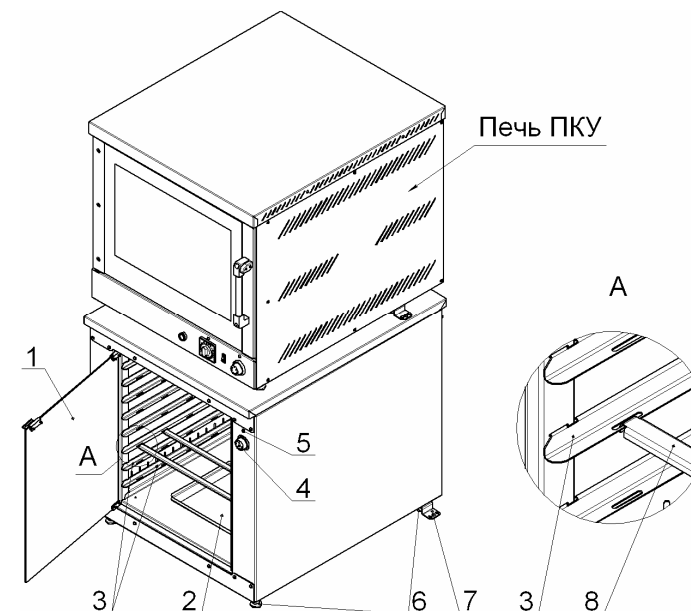

Рис. 1
5.6 После окончания работы отключите напряжение, подаваемое на ТЭН, установив лимб терморегулятора камеры (рис.1, поз. 4) в положение «0» (сигнальная лампа должна погаснуть).
- вынуть ёмкость для воды (рис.1, поз.2) из панели пода камеры шкафа;
3.1 При эксплуатации шкафа РТ-530У(ПК), Вы можете вместо противней с размерами GN1/1 использовать противни с размерами 435х330мм, а при эксплуатации шкафа РТ-650У(ПК), вместо противней с размерами GN2/1 или GN1/1 использовать противни с размерам 600х400мм или 435х330мм. Для этого необходимо в пазы кронштейнов уровней 3 установить дополнительные кронштейны 8, как показано на виде А, рис. 1.
3.2 Кронштейны уровней (рис.1, поз.3) крепятся в пазах несущих профилей камеры. Для облегчения уборки камеры, кронштейны уровней можно снять и удалить из камеры.
3.4 Дверка шкафа (рис.1, поз.1) изготовлена из термостойчивого, травмобезопасного стекла. В закрытом положении дверка фиксируется магнитным замком.
5.4 Установите (по часовой стрелке) лимбом терморегулятора (рис.1, поз.4) необходимую, для процесса расстойки, температуру в камере шкафа (должна загореться сигнальная лампа рис.1, поз.5).
5.5 Когда, при достижении заданной температуры воздуха в камере, сигнальная лампа погаснет, откройте дверку и установите противни или другие ёмкости с продуктами на кронштейны уровнем (рис.1, поз.3). Закройте дверку.